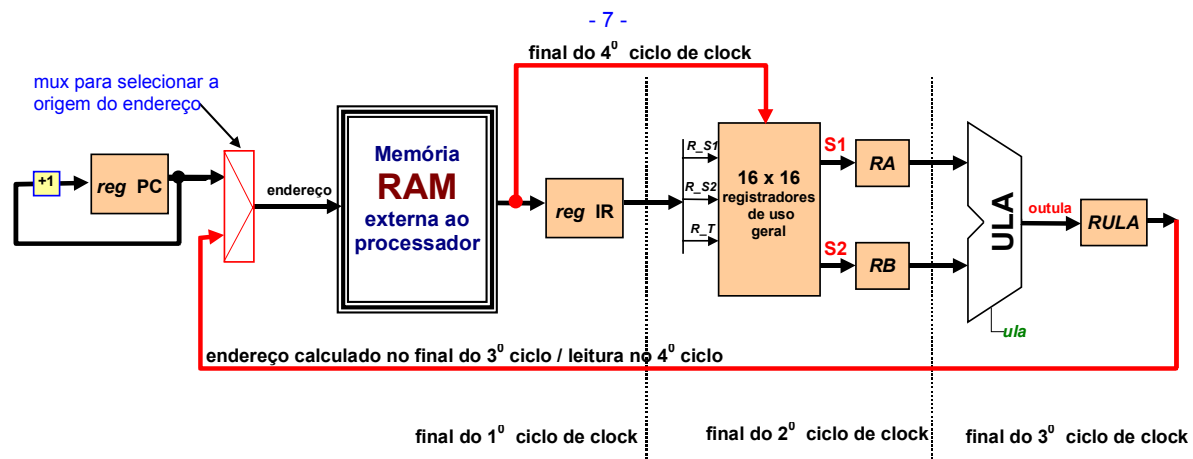

Figura 6 - Fluxo de execução de instrução de leitura na memória.
- Uma possível organização do bloco de dados para a execução da instrução de leitura na memória é apresentada na Figura 6.